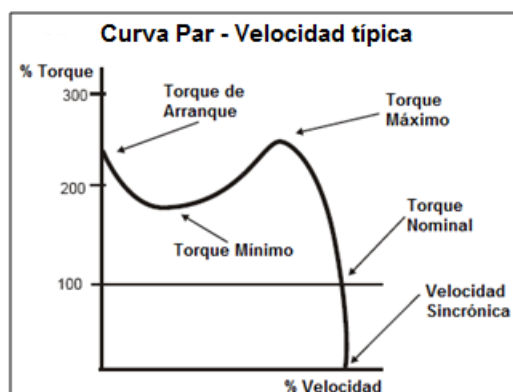

Figura 1 Curva Par - Velocidad típica
En la Figura 1 aparece una curva característica típica de un motor de propósito general, donde el eje Y presenta el torque o par como porcentaje del para nominal (o de Plena Carga), en función de la velocidad del motor en el eje X. Esta curva explica el comportamiento del motor desde el arranque hasta la operación normal, y en condiciones de sobrecarga. Las consideraciones son las siguientes:
1. **Arranque del motor:** Se presenta el Torque de Arranque, disponible para sacar la carga del reposo. En este momento el voltaje trifásico produce el campo magnético rotatorio que gira a la velocidad sincrónica. Por estar en reposo, la frecuencia inducida en el rotor es cercana a la del voltaje de entrada (50 ó 60Hz), por lo que predomina la Reactancia Inductiva, lo que produce que la corriente del rotor se retrase al voltaje inducido, esta corriente también está desfasado del campo magnético, oponiéndose al del estator. Este efecto desmagnetizante produce un torque de arranque moderado (Nótese en la Figura 1 que es algo mayor al 200% del torque nominal).